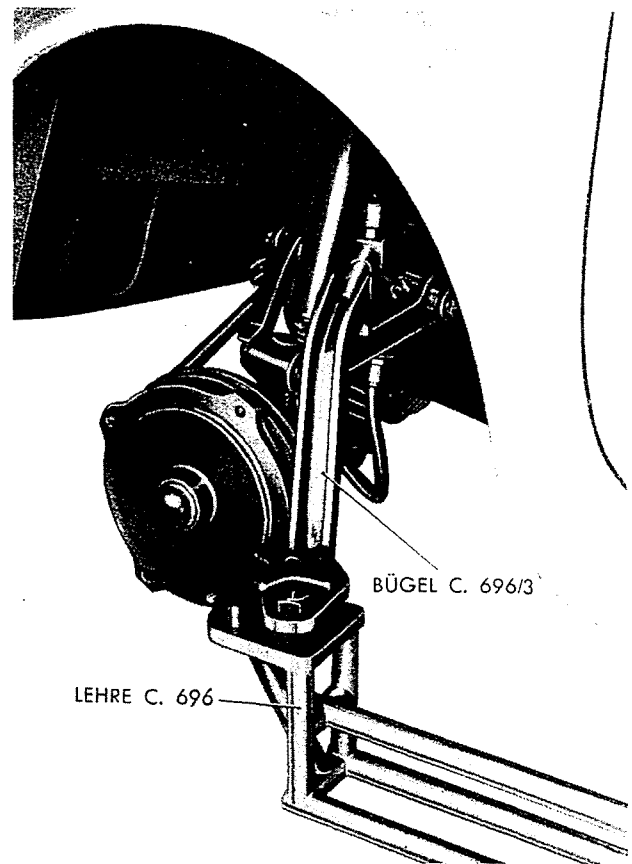

Abb. 261 - Kontrolle der linken Hinterradeinstellung.
e) Am vorderen Ende der Lehre C. 696 den Bügel C. 696/3 anbringen (Abb. 261).
f) Nachprüfen, ob der Bolzen am vorderen Ende des Bügels C. 696/3 vorschriftsmässig in Berührung mit der Querlenkerachse der Vorderradaufhängung steht (Abb. 261). Ist dies nicht der Fall, Einstellung g) vornehmen.